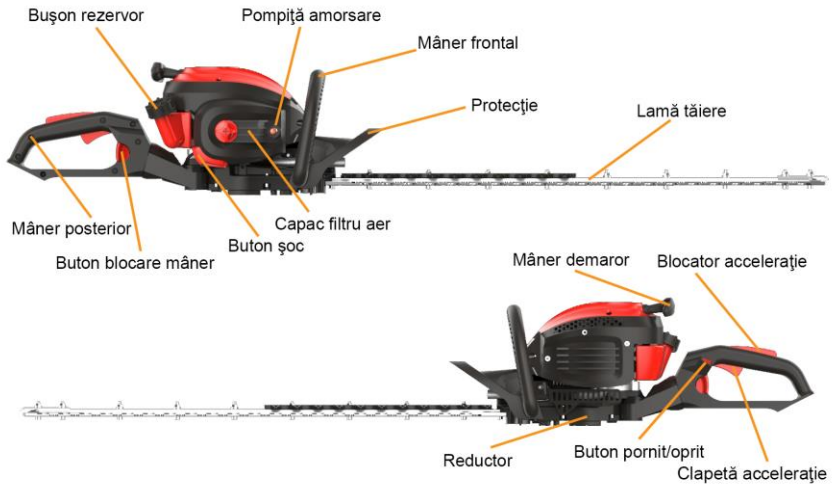

Fig. 1
4. Apasati cu degetul cocosul de acceleratie si blocatorul simultan (Fig.1) si comutati butonul soc pe pozitia inchis.
(1) Reglati acceleratia in functie de diametrul si densitatea crengilor si frunzelor pomilor pentru a fi taiate.
(2) Reglati pozitia manerului posterior in functie de nevoi, apasand butonul de blocare al manerului (Fig.1) si rotiti manerul in plan orizontal pana obtineti o pozitie comoda de manipulare a utilajului.
(3) Va rugam inclinati lama cutitului la un unghi de 5-10 grade cand taiati crengi umede, apoi faceti taierea in forma de semi-arc; aceasta poate face ca taierea gardului sa fie mult mai frumoasa si uniforma.